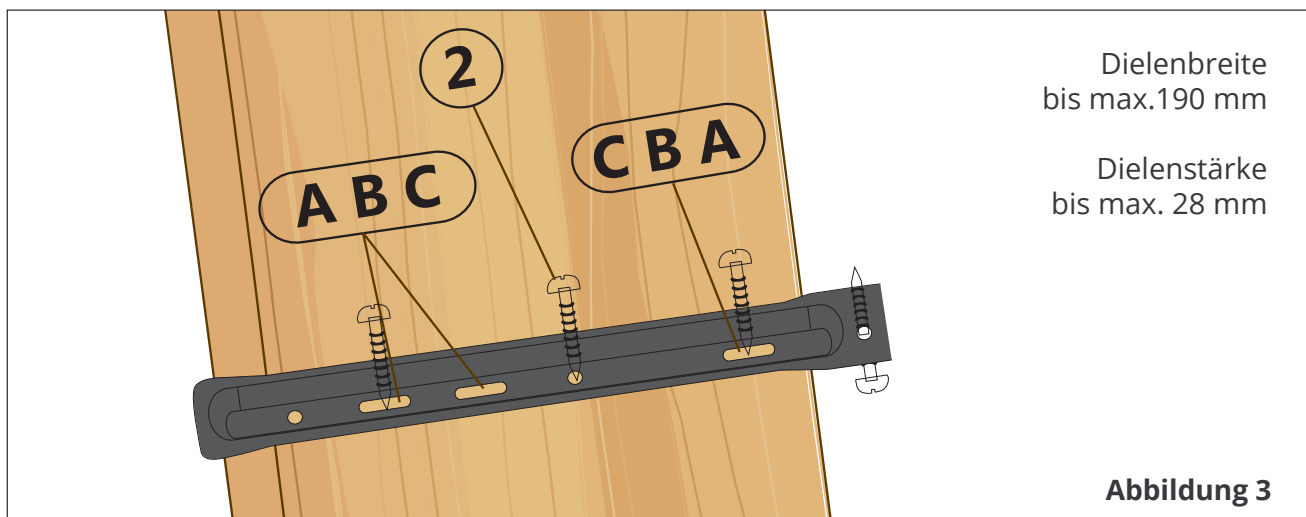

Abbildung 3
3. Terrassendielenhalter an die Langlöcher anlegen (siehe **Abb. 3**) und die erste Schraube im mittleren Rundloch (2) eindrehen.